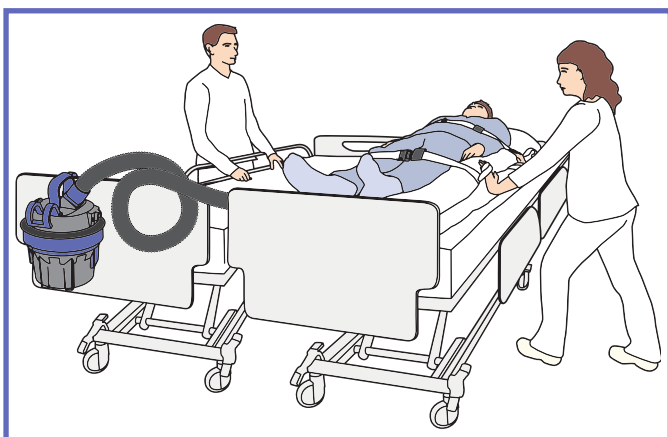

Fig. 14
11) **Nuvarande plats:** dra åt säkerhetsbältena och skjut bestämt *Maxi Air*-madrassen mot den nya platsen, se "Fig. 14".